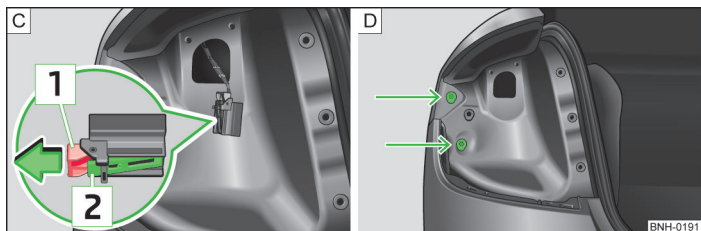

Abb. 176 Leuchtenstecker / Leuchte einbauen
- › Die Verriegelung » Abb. 176 am Stecker in Pfeilrichtung ziehen.
- › Die Verrastung » Abb. 176 drücken und den Stecker abziehen.
- › Die Leuchte in die Aufnahmen in der Karosserie einsetzen » Abb. 176 - .